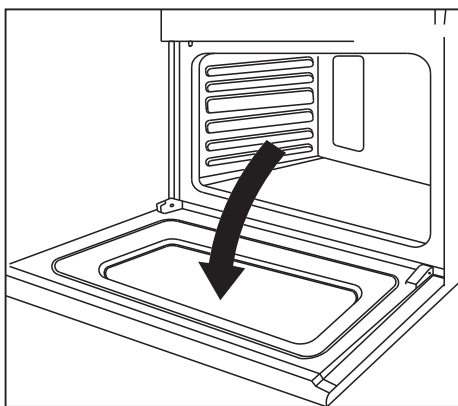

Figure 1
1. Ouvrir la porte entièrement (Se référer à la Figure.1.)